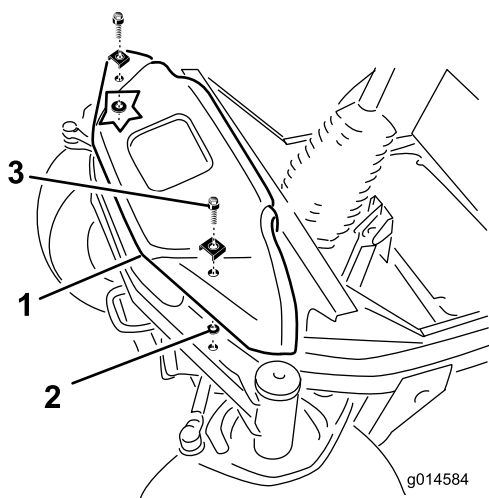

図 8
1. 前カバーを前アクスル上部に固定しているフランジヘッドボルト 2本 を外す 図 8。